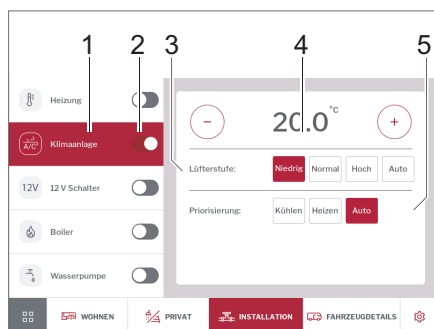

Bild 266 Klimatanläggning
- Med skjutreglaget (Bild 266,2) sätter du på och stänger av klimatanläggningen.
- Klicka på knappen *Klimatanläggning* (Bild 266,1).
- Använd plus- och minusknapparna för att ställa in önskad rumstemperatur (Bild 266,4).
- Ställ in önskad prioritering (kyla/värme/auto)(Bild 266,5).
- Välj fläktnivå (Bild 266,3).